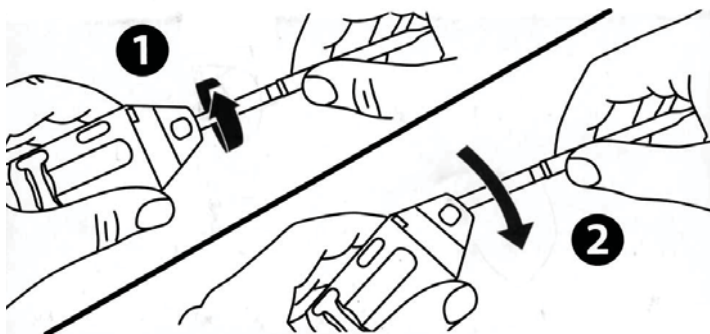

Рисунок 3
- вставить индикаторную трубку в отверстие резака (рисунок 3) и повернуть один или два раза – стекло будет надрезано;